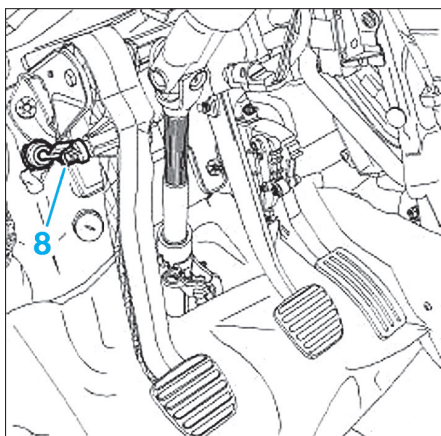

Fig. 6
- Désaccoupler la rotule (8) de l'émetteur sur la pédale d'embrayage dans l'habitacle (Fig.6).